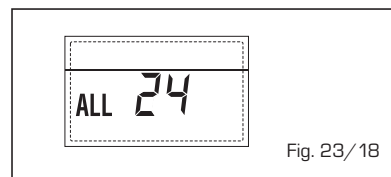

Fig. 23/18
- **ANOMALIA SONDA FERVIDOR SOLAR (S2) "ALL 25"** (fig. 23/19)